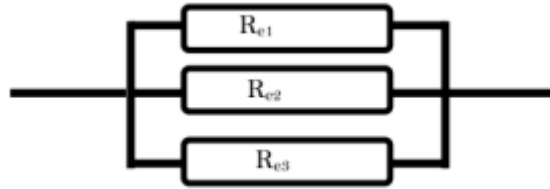

Figure.4
- Système de conduites en parallèles : dans ce cas l'inverse de la résistance à l'écoulement R_e est la somme des inverses des résistances à l'écoulement de chaque partie de rayon R_i (voir **Figure 4**).